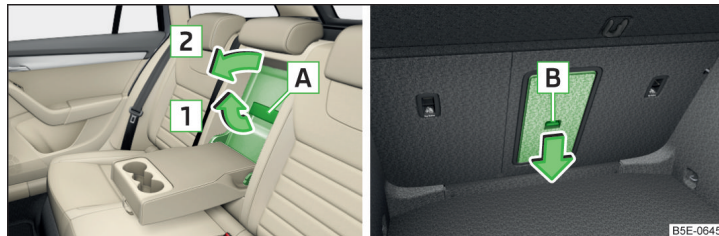

Fig. 114 Ouvrir le couvercle : depuis l'intérieur / depuis le coffre
- Tirez la poignée **A** dans le sens de la flèche **1** et rabattez le cache dans le sens de la flèche **2** » fig. 114.
- Rabattez l'accoudoir arrière et le couvercle dans le dossier de siège vers le bas » fig. 114 à la page 102.